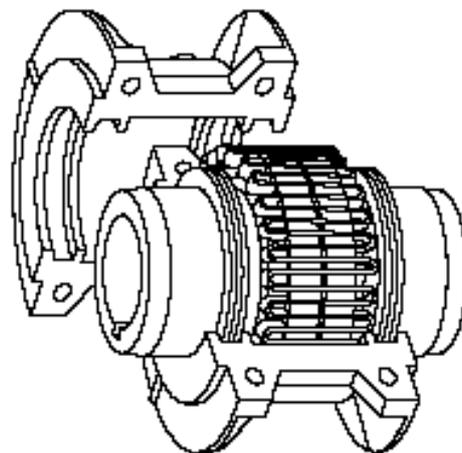

Abb. 10-14 Elastische Kupplung
21.- Sieht der Typ der Kupplung dies vor, die Feder der elastischen Kupplung einbauen (Abb. 10-14), die Schmierung der Teile ausführen und die Deckel schließen.
22.- Das Kühlgebläse (8) wieder in die Ausgangsposition einbauen.
24.- Die Schutzeinrichtung des Lagergehäuses (12) und der elastischen Kupplung (14) wieder einbauen.